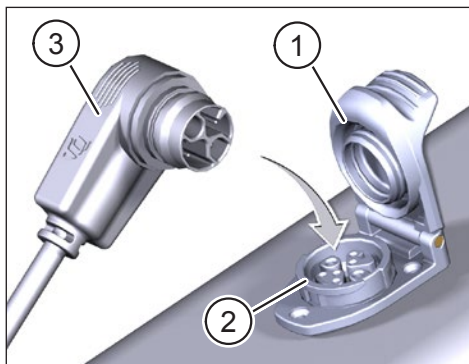

Abb. 1: Battery Laden
- ▶ Klappen Sie die Abdeckung (Pos. 1 in Abb. 1) des Ladeport (Pos. 2 in Abb. 1) im Fahrradrahmen auf.
- ▶ Richten Sie den Ladestecker (Pos. 3 in Abb. 1) des Chargers oder Range Extender so aus, dass die Steckekodierung von Ladestecker und Ladeport übereinstimmen (siehe Abb. 1).
- ▶ Stecken Sie den Ladestecker (Pos. 3 in Abb. 1) des Chargers oder Range Extender in den Ladeport.